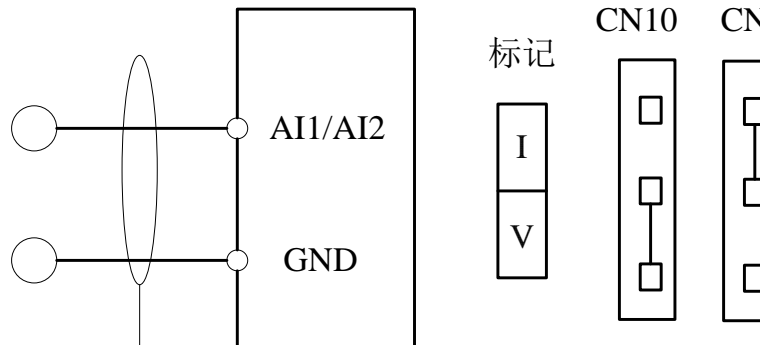

图 3-17 模拟输入端子配线图
- (1) AI1端子修改接受模拟电压(0~10V)输入
- (2) AI2端子接受模拟信号输入, J6跳线选择输入电压(0~10V)或输入电流(0~20mA)。端子线方式如图3-17: